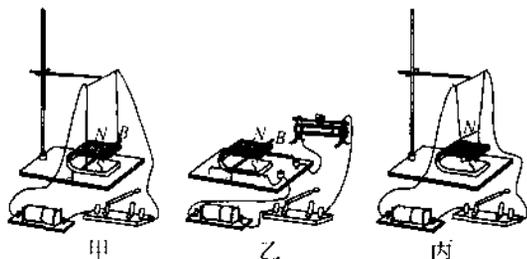

图 15.1-1
**例 3** 路灵同学猜想电动机的转动方向可能与线圈中电流的方向和磁场方向有关。爱动脑筋的他设计了三个实验装置,如图 15.1-1 所示,请你帮助他选择一个实验装置并验证他的猜想。